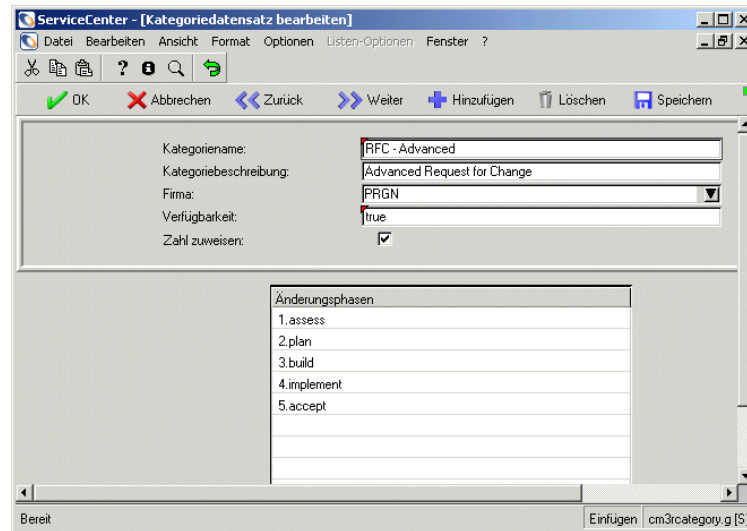

Abbildung 10-35: Neue Phase zu einem Kategoriedatensatz hinzugefügt
- 3 Wählen Sie eine Kategorie in der QBE-Liste aus. Abbildung 10-35 auf Seite 445 zeigt ein Beispiel, in dem die Änderungskategorie **Änderungsanforderung - Erweitert** verwendet wird.